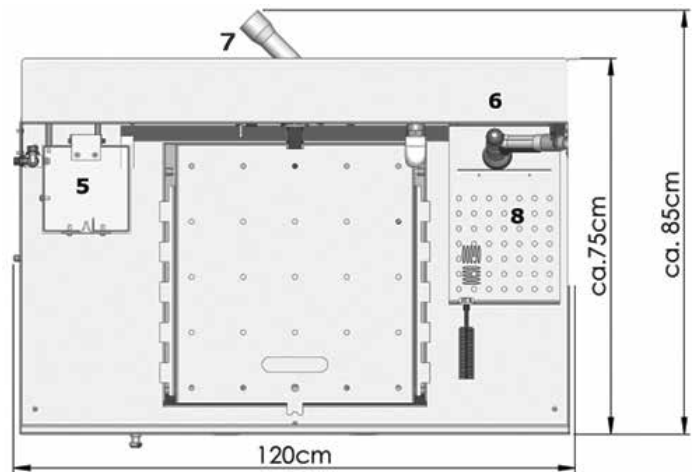

Abb. 2
- Reinigung der Werkzeuge an der Pinselreinigungsstation (Station optional = Zubehör) (8) Abb. 2, 7